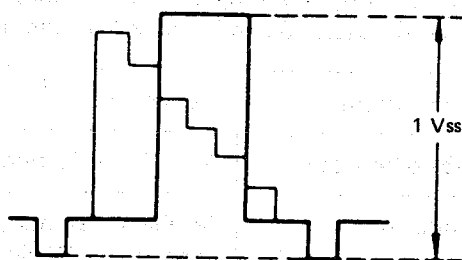

Abbildung 46.
3. R409 (Wiedergabepegelregler) so einstellen, daß sich die aus Abbildung 46 ersichtliche Ausgangswellenform ergibt.